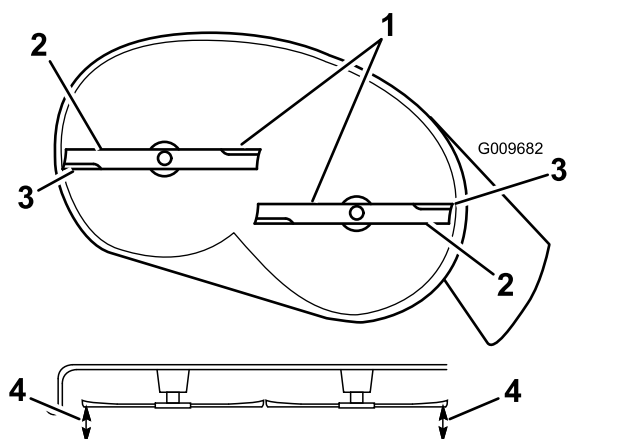

Figure 53
4. Faites pivoter les lames avec précaution pour qu'elles soient toutes parallèles (Figure 53).
5. Mesurez la distance entre les tranchants extérieurs et le sol plat (Figure 53). Si les deux mesures diffèrent de plus de 5 mm (3/16 po), un réglage s'impose. Poursuivez la procédure.